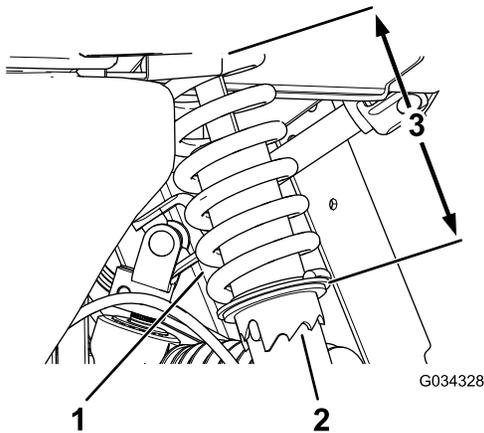

Figure 45
1. À l'aide de l'outil Toro numéro 6010, tournez la bague sur l'amortisseur pour changer la longueur du ressort (Figure 45).